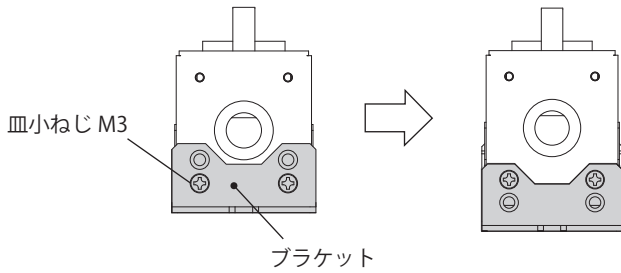

図 1
1. 皿小ねじ M3 を外して、ブラケットの取付位置を変更してください。(図 1)